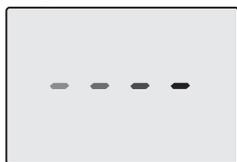
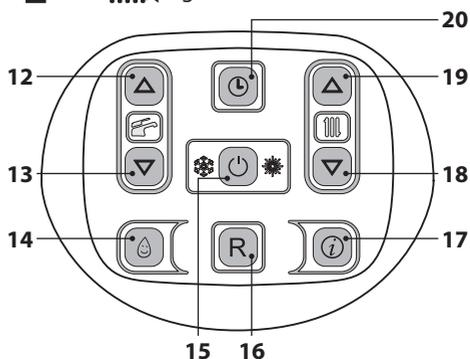

Figura 6.5
Figura 6.6
- Alimentare elettricamente la caldaia azionando l'interruttore bipolare previsto in installazione Il display LCD visualizza il simbolo  (Figura 6.5).
- Tenere premuto per 2 secondi il tasto 15 fino a far apparire sul display entrambe i simboli  e . Figura 6.6.
- Spegnerne la caldaia tenendo premuto per 2 secondi il tasto 15 (Figura 6.6) fino a far apparire sul display LCD il simbolo - - - - (Figura 6.5).